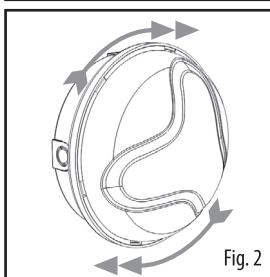

Fig. 2
- Fit the diffuser to the base and close it by rotating clockwise (fig. 2).
- Introducir la tapa en la base y cerrarla girándola en el sentido de las agujas del reloj (fig. 2).
- Enfilez la calotte sur la base et fermez-la en la faisant tourner en sens horaire (fig. 2).
- Coloque a calota sobre a base e feche-a girando-a no sentido horário (fig. 2).
- Die Haube an der Basis befestigen und schließen, indem sie nach links gedreht wird (Abb. 2).